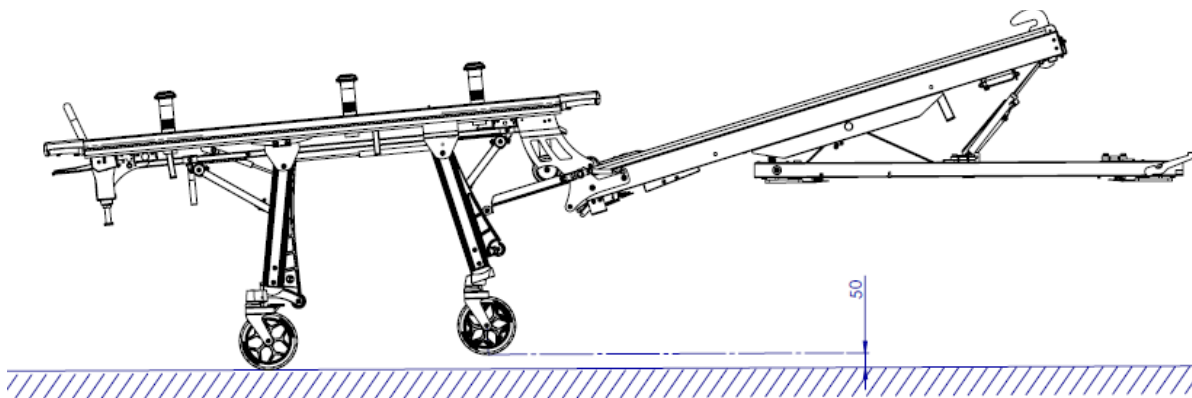

Figura 3
- Altura de carga mínima: cuando las ruedas de ataque estén colocadas sobre la plataforma y las patas delanteras toquen la plataforma, las ruedas delanteras deben estar mínimo a 5 cm del suelo (ver figura 3)